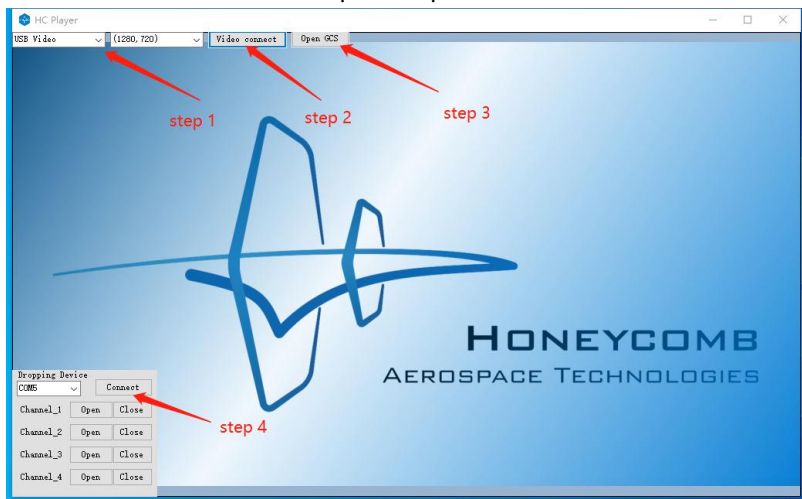

图 8 Camera Player 软件界面
2. 软件打开后主界面如图 8 所示，在打开链路开关的前提下，左上角选择框选择【USB Video】和合适的分辨率，一般为“1920\*1080”或“1280\*720”。随后点击【Video connect】，此时界面会显示吊舱采集到的实时画面；（如 step1、step2 所示）
4. 抛投器的控制在播放器界面的左下角，使用时选择对应的串口号，点击“Connect”，连接串口，（如图 8 中的“step 4”）。连接成功后，通过点击不同通道的“Open”“Close”按钮控制对应通道的开和关。